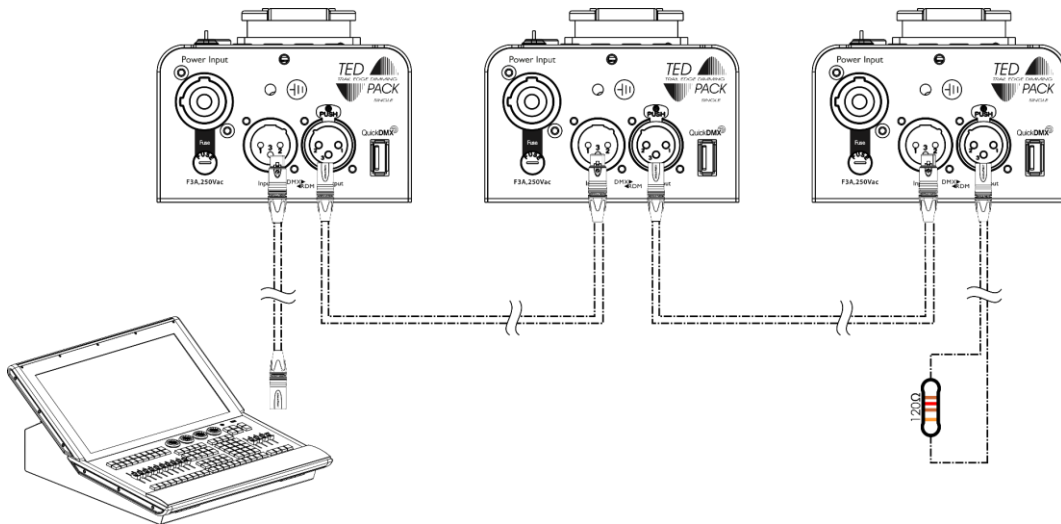

Abb. 09
- 01) Verwenden Sie ein 3-poliges DMX-Kabel, um den DMX-Ausgang des Steuergeräts mit dem DMX-Eingang des ersten Geräts zu verbinden. Die **DMX-LED-Anzeige (A)** auf dem **Bedienfeld (03)** leuchtet auf.
- 03) Verbinden Sie die gewünschte Anzahl an Geräten auf diese Weise in Reihenschaltung hintereinander wie in Abb. 09 gezeigt.